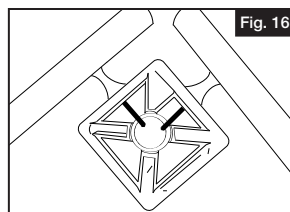

Fig. 16
1. Instalar los largueros del pasamanos de manera temporal. Los largueros del pasamanos que se van a unir deben extenderse lo suficiente como para permitir el marcado y corte final (Fig. 16).